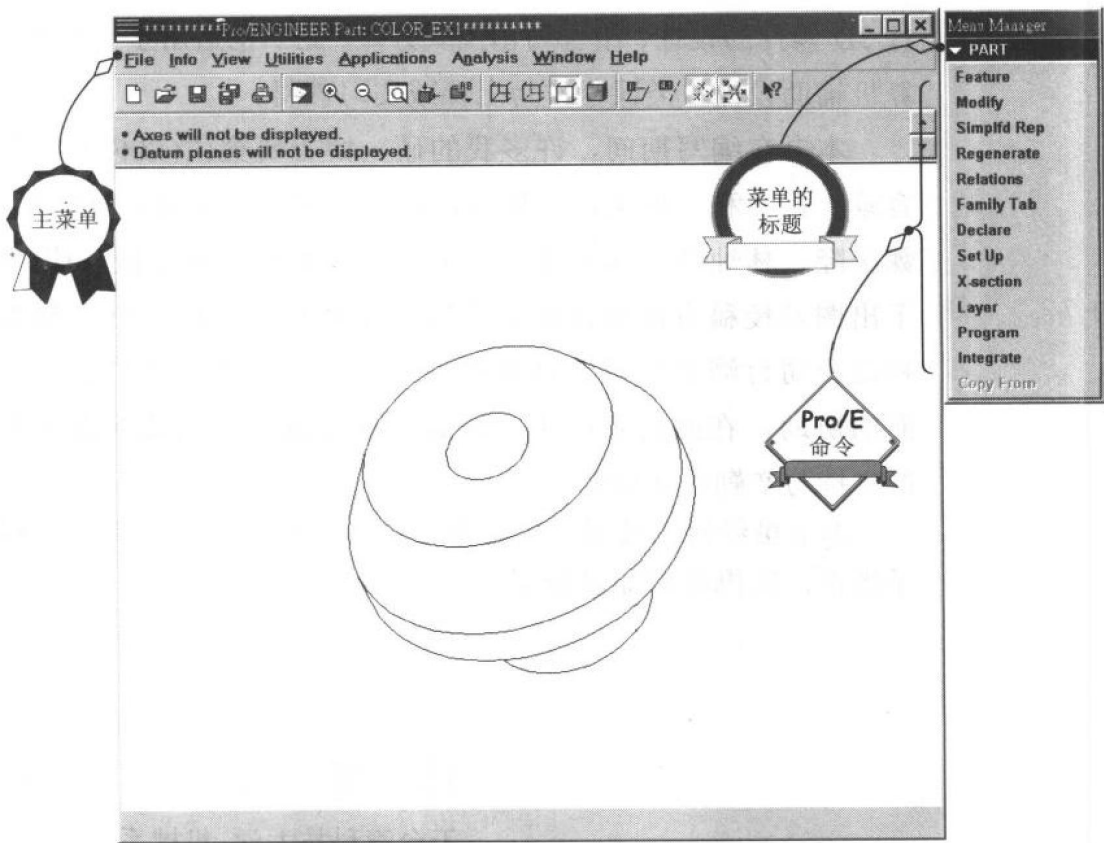

图 1
1. 粗体、斜体、小写字 (例如: ***File*** / Open 的 ***File***): 主菜单 (见图 1)。
2. 粗体、斜体、大写字 (例如: ***PART***/Feature 的 ***PART***): 菜单的标题 (见图 1)。
3. 正体字 (例如: **PART**/Feature 的 Feature): Pro/ENGINEER 命令 (见图 1)。